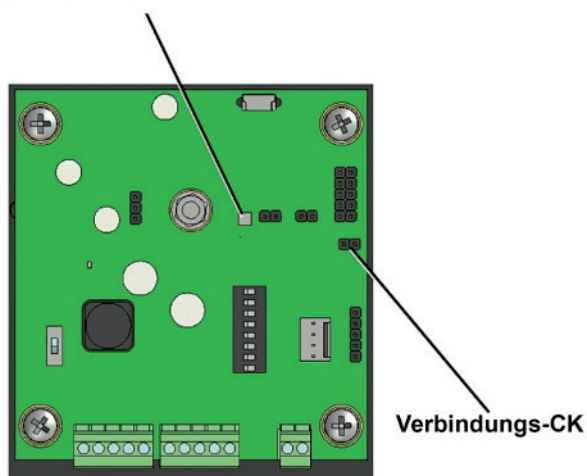

Abb. 15: Überprüfung des Sensorstatus
2. Setzen Sie einen Jumper auf Link CK (siehe ABBILDUNG 15 unten). Die Status/Alarm-LED auf der Sensor-Leiterplatte beginnt GRÜN zu blinken.